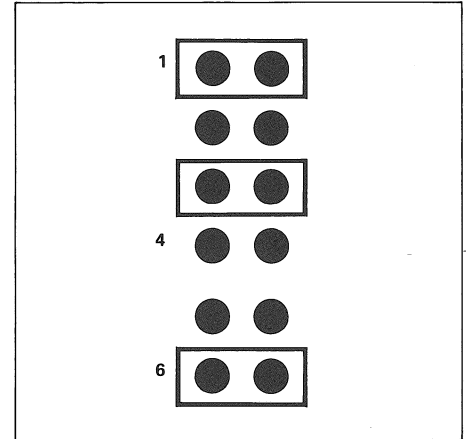

Fig. 4.11
- Maschine ausschalten. Verbindungsstecker auf Pilottonverstärker gemäss Fig. 4.11 umstecken.
- Switch off machine. Plug in connectors to pilot tone amplifier as shown in fig. 4.11.